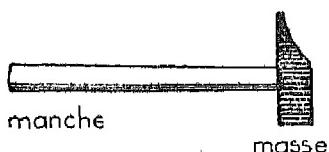

Fig. 1. — Marteau de ménage. Il se compose de deux pièces : un manche en bois ; une masse en acier.
2. Décrivez le marteau de la boîte à outils de votre père en vous aidant des fig. 1 et 2. Évaluez la longueur du manche, le poids de la masse. Vérifiez.
Il se compose de deux pièces (fig. 1) :